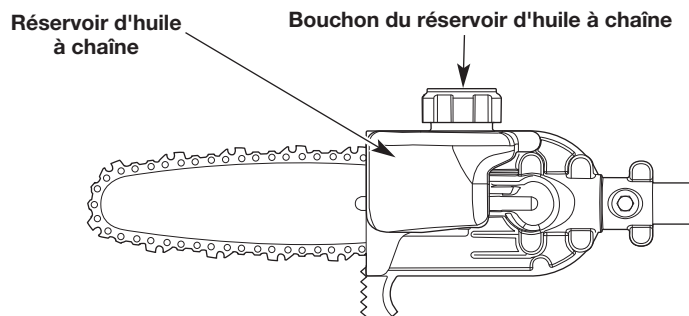

Fig. 2
2. Retirez le bouchon du réservoir d'huile à chaîne (Fig. 2).
4. Remplissez l'huile dans le réservoir d'huile à chaîne (Fig. 2).